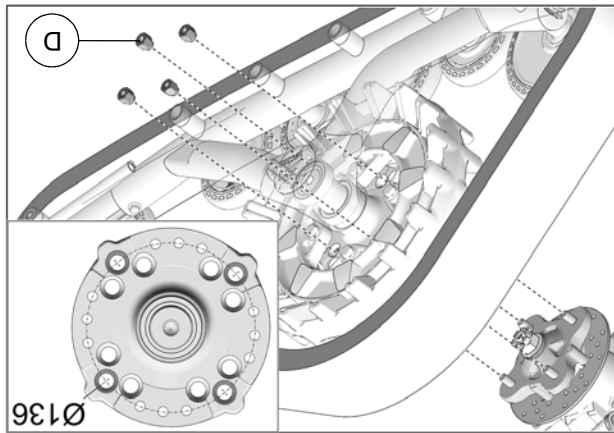

Fig. 11
9. Fixer le système de traction au moyen de roue arrière. Utilisez le cercle de perçage de $\varnothing 136\text{mm}$ et les écrous de roue (D) fournis. Voir Fig. 11